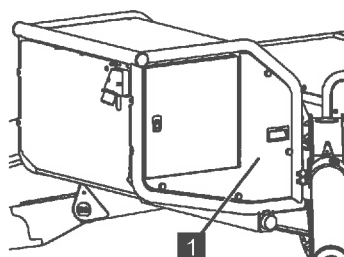

Abb. 176
2. Die Abdeckung (Abb.176/1) abschrauben.